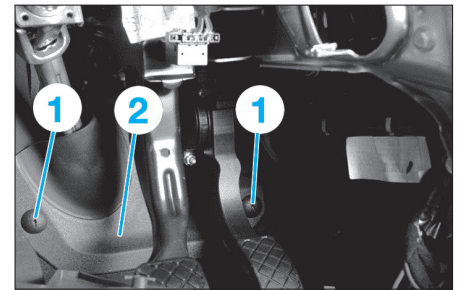

Fig. 10
- Déposer les écrous plastiques (1) de la garniture inférieure (2) de colonne de direction et déposer la garniture (Fig.10).